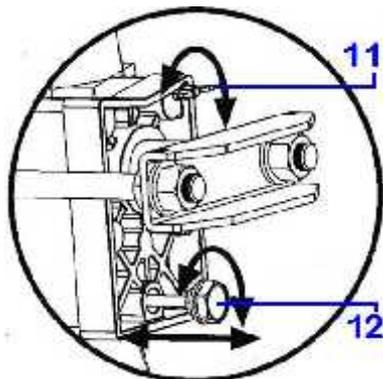

Fig.12
- Dévissez la vis de purge d'air (Fig.12 repère 11) de 3 à 4 tours avant de commencer à fendre du bois.
- Laissez la vis de purge (11) ouverte pendant l'utilisation.
- Resserrez la vis (11) après avoir achevé la fente du bois.